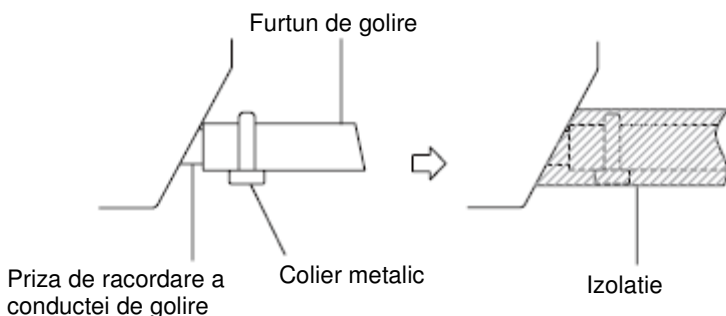

Fig. 6.1
2. Atașați gura furtunului de golire la conducta de evacuare a unității. Blindați gura furtunului și prindeți-o bine cu o clemă pentru conductă. (Fig 6.1)